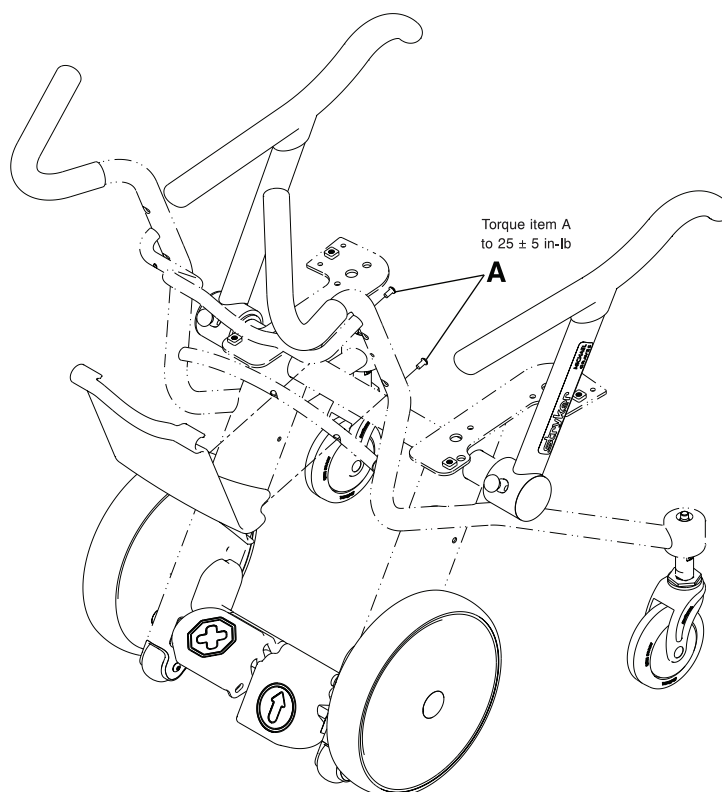

Afbeelding 7-21: Rugleuning vervangen
2. Verwijder met een 3/16 inch inbussleutel de vier platkopschroeven (A) en adapters (B) om de rugleuning (C) van het stoelframe te verwijderen. Werp de schroeven, adapters en rugleuning weg (Afbeelding 7-21 op pagina 7-37).
3. Installeer met een 3/16 inch inbussleutel de vier geleverde platkopschroeven (A) en adapters (B) om de geleverde rugleuning (C) aan het stoelframe te bevestigen (Afbeelding 7-21 op pagina 7-37). Haal de schroeven met een 3/8 inch momentsleutel aan tot  $70 \pm 10$  in-lb ( $8 \pm 1,1$  Nm).
4. Breng de geleverde Stryker-sticker (D) in de juiste kleur aan.